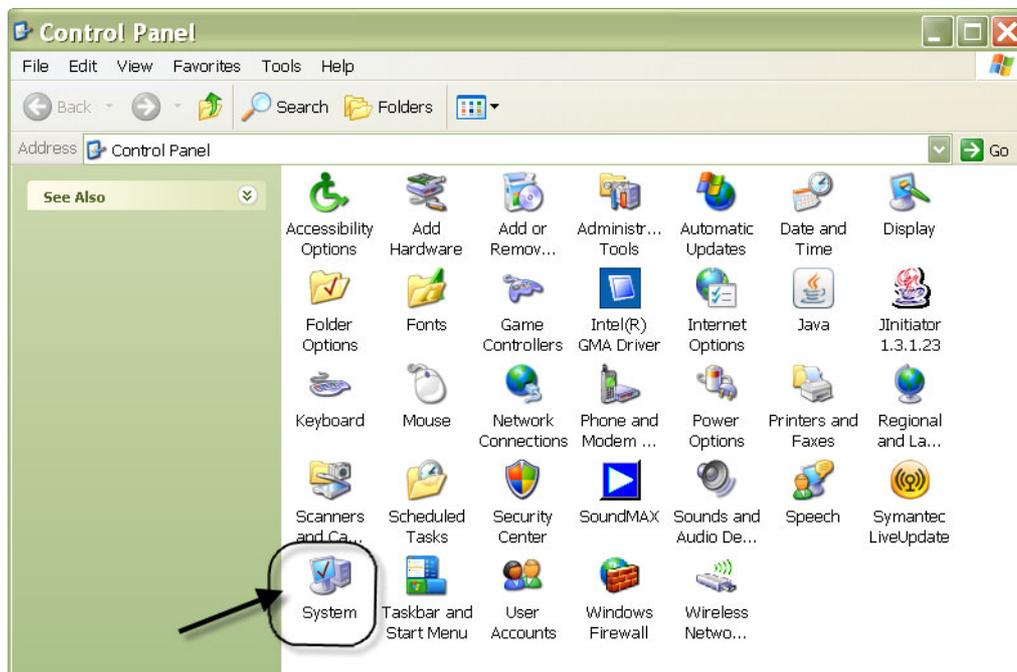

ABB. 191
2. Die Systemsteuerung ist in ABB. 191 gezeigt.